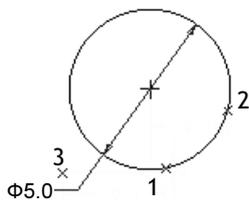

图 2.8.10 直径
- Step 2** 分别单击位置 1 和位置 2 以选择圆上两点，中键单击位置 3 放置尺寸（图 2.8.10），或者双击圆上的某一点如位置 1 或位置 2，然后中键单击位置 3 放置尺寸。